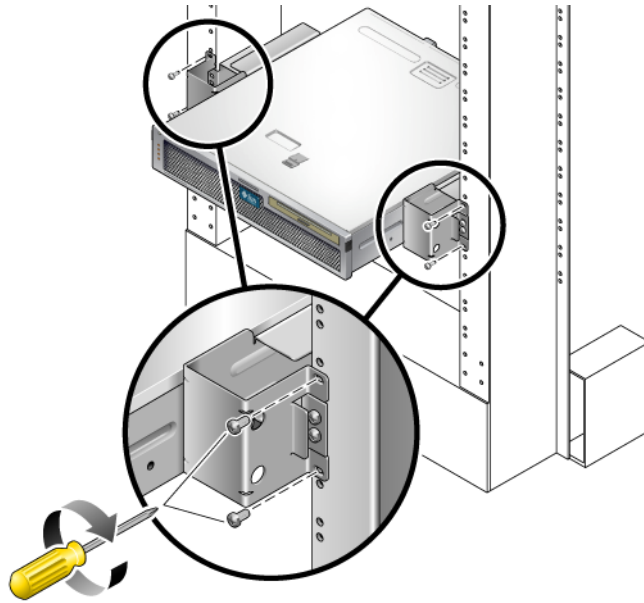

FIGURE 4-4 Installation et fixation du serveur dans le rack à 2 montants
5. Soulevez le serveur dans le rack et faites-le glisser sur les guides de rail (FIGURE 4-4).
6. À l'aide de deux vis par côté, fixez chaque support latéral placé sur le serveur à l'avant du rack (FIGURE 4-4).